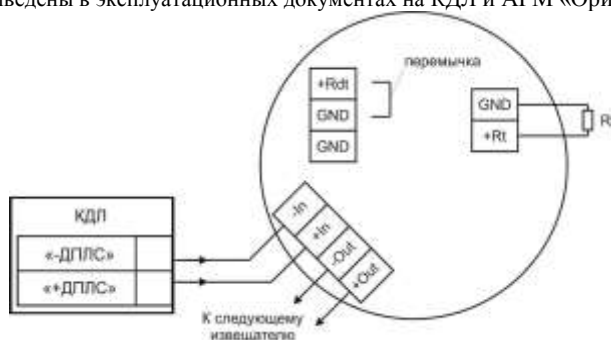

Рисунок 3 – Типовая схема включения извещателя в двухпроводную линию связи КДЛ
2.2.1 Выбор температурного класса извещателя производится установкой резистора R_t в клеммы GND и +Rt (см. таблицу 1, рисунок 3).
2.2.2 Установка дифференциального режима (R) осуществляется перемычкой (джампером) между контактами +Rdt и GND (см. таблицу 2, рисунок 3).
- резистора R_t в клеммы GND и +Rt (см. таблицу 1, рисунок 3);
- перемычки на контакты +Rdt и GND (см. таблицу 2, рисунок 3).
- смонтировать соединительный кабель в кабельном вводе и соединить проводники по схеме подключения (см. рисунок 3).